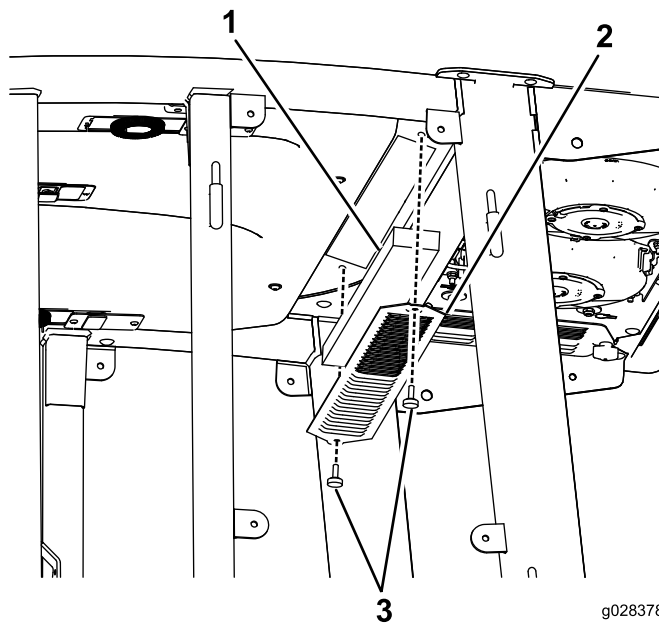

图55
1. 拆下驾驶室内和驾驶室后空气滤清器的螺丝和格栅 图55。